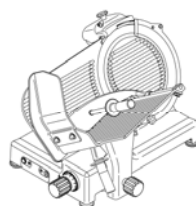

Abb. 26
- Für die Reinigung keine korrosiven oder zündbaren Mittel verwenden (Abb. 26); **nur das mitgelieferte Reinigungsmittel verwenden**